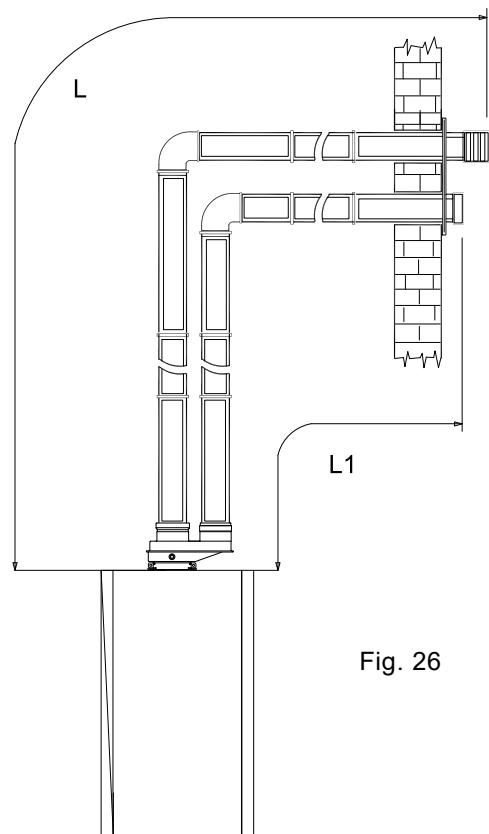

Fig. 26
5.18 Sistema de exaustão/sucção com dois tubos separados através de uma única parede vertical (fig. 26).